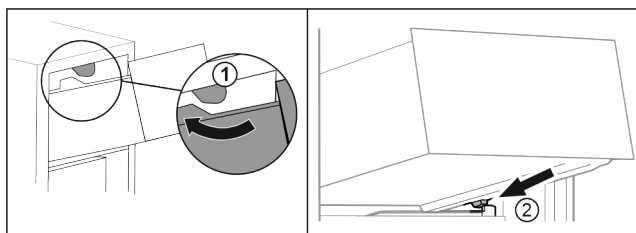

Fig. 77
- ▶ Før skuffen omkring de øverste stop. Fig. 77 (1)
- ▶ Sæt skuffen skråt bag de nederste stop på beholderristen. Fig. 77 (2)